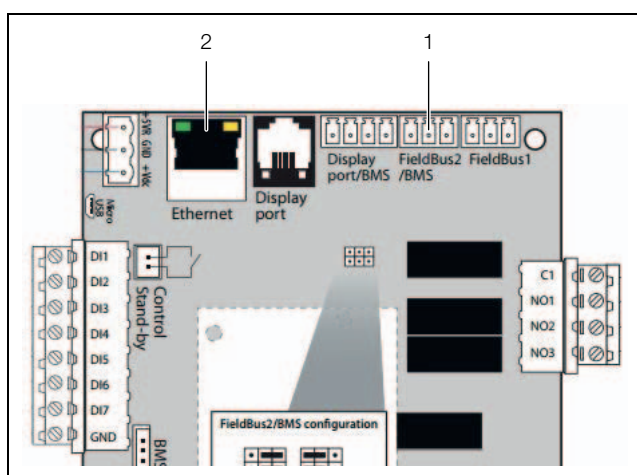

Fig. 22 : raccordements
- Sur la carte, utiliser le raccordement « Bus\_local\_2 » (fig. 22, pos. 1) pour connecter l'appareil à un appareil de contrôle.
- Sur la carte, utiliser le raccordement « Ethernet » (fig. 22, pos. 2) pour connecter l'appareil à un appareil de contrôle.